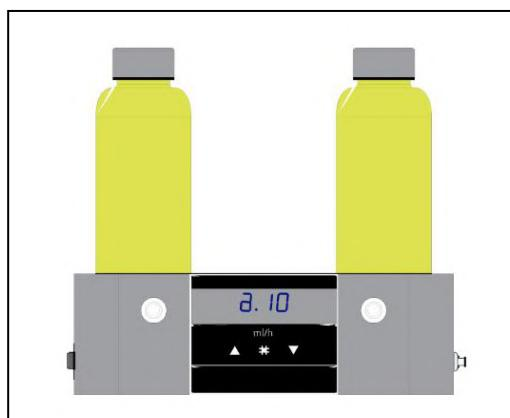

Рисунок 9
2. Нажмите на выключатель слева, чтобы выключить насос А (см. Рис. 9). Повторите тот же процесс для насоса В, нажав на выключатель справа, на панели отобразится ; Подождите, пока масло через силиконовый шланг достигнет отверстия для впрыска масла на паровой трубе.